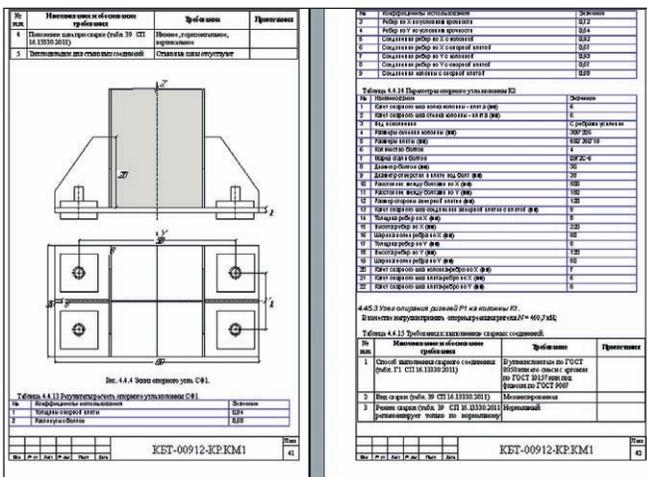

Рис. 11. Результаты расчета опорного узла в составе текстовой части раздела КР проектной документации, подготовленные средствами Гепард-А
6. Модуль формирования отчетов позволяет быстро подготовить результат расчета для текстовой части раздела "Конструктивные и объемно-планировочные решения" проектной документации (рис. 11).